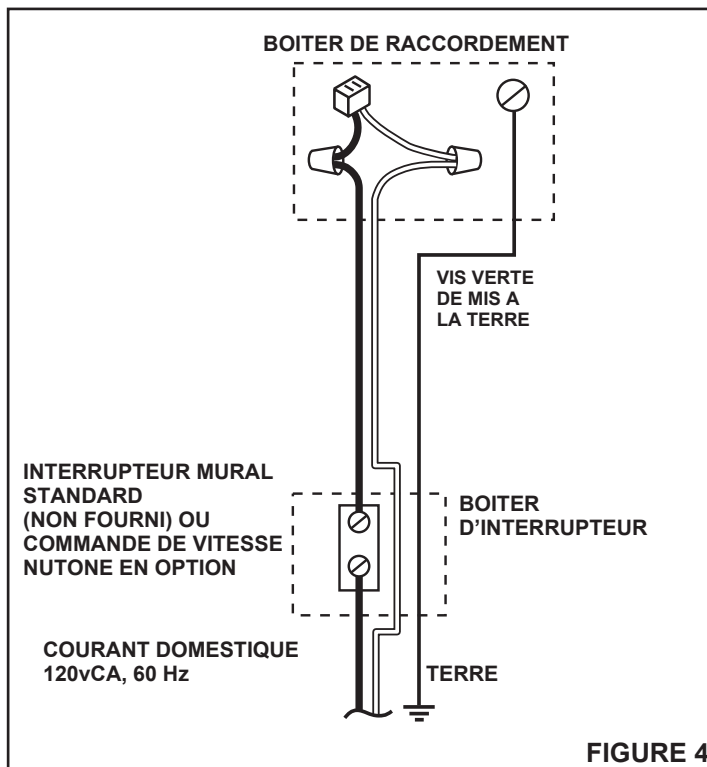

FIGURE 4
1. Amener un câble de 120 V CA (avec terre) de l'interrupteur mural à l'emplacement du ventilateur. Voir Figure 4.
4. Voir Figure 4. Utiliser des connecteurs agréés pour raccorder les câbles d'alimentation générale aux câbles de l'élément: le blanc avec le blanc, le noir avec le noir. Raccorder le câble de terre vert ou nu à la vis verte de mise à la terre.